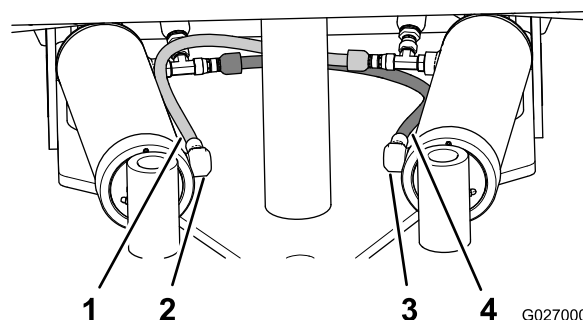

Figura 17
cilindro de giro izquierdo y el orificio de retracción del cilindro de giro derecho (Figura 17) y apriete el acoplamiento de la manguera en el orificio a 31–39 N-m (23–29 pies-libra).
7. Conecte el extremo libre de la manguera (1/4 x 20 pulgadas) entre el acoplamiento en T del cilindro de giro derecho y el orificio de retracción del cilindro de giro izquierdo (Figura 17) y apriete el acoplamiento de la manguera en el orificio a 31–39 N-m (23–29 pies-libra).